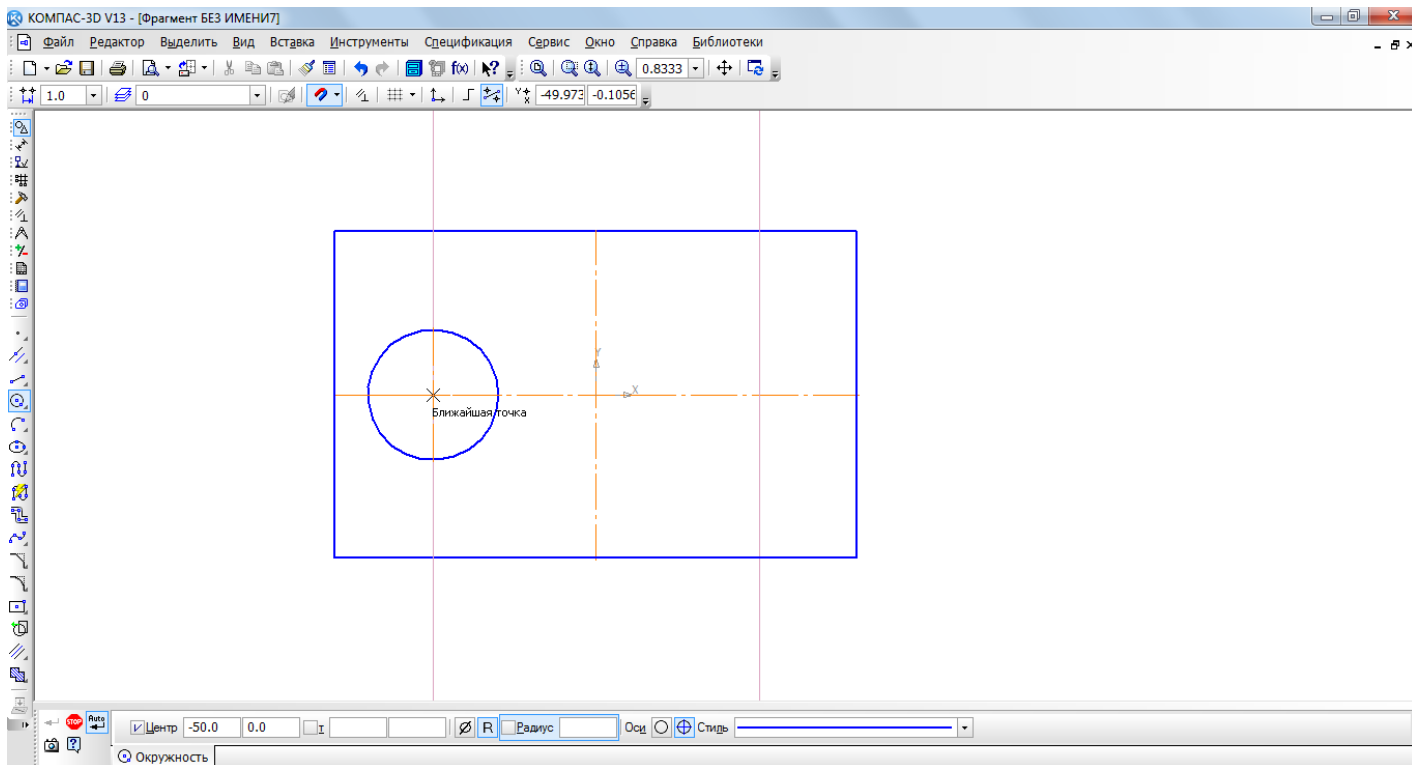

Рис. 7
- два раза щелкнув ЛКМ в поле **Радиус** панели **Свойств**, введите значение 20 (на чертеже дано значение диаметра ( $\varnothing = 40$ )) и нажмите **<Enter>** (рис. 7);